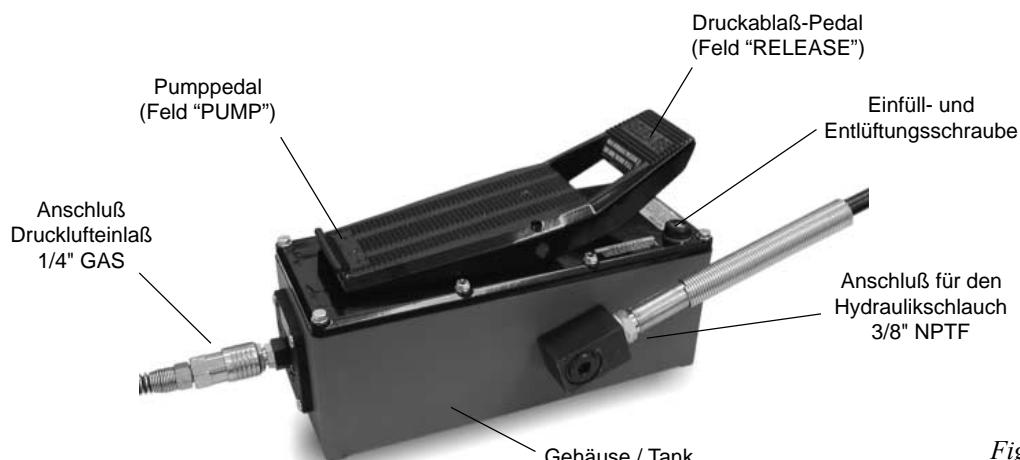

Fig.7
Auf Abb. 7 sind die verschiedenen Teile der Pumpe dargestellt.
- Einen sechskantigen Steckschlüssel ø 17 verwenden und den Tankdeckel abnehmen (Abb. 7, Seite 23).
- Den druckseitigen Hydraulikschlauch (Abb. 7, Seite 23) anschließen. Am Schlauch muß ein Anschluß vom Typ 3/8 NPTF angebracht werden, um den zuvor ein Teflonband gewickelt wurde.
- Den Tankdeckel mit Hilfe eines sechskantigen Steckschlüssels ø 17 (Abb. 7, Seite 23) lockern und den vorher mit Teflonband umwickelten Schlauch mit Anschlußteil 1/4 GAS anbringen.
- Am Druckluftanschluß (Abb. 7, Seite 23) eine für Ihre Anlage passende Schnellverbindung festschrauben, deren Gewinde zuvor mit Teflonband umwickelt wurde.